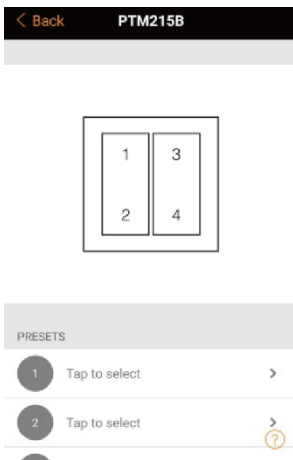
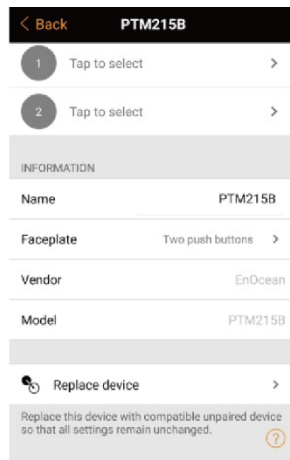

Abbildung 6
Abbildung 7
Schritt 5: Wenn Sie auf den Schalter tippen, öffnet sich eine diesbezügliche Konfigurationsseite. Hier können Sie die Funktionalität Ihres Schalters konfigurieren, den Namen ändern und das Cover an den verwendeten Typ anpassen. Bitte stellen Sie sicher, dass Sie das korrekte Cover eingestellt haben, bevor Sie mit der Konfiguration beginnen. (Wie in Abbildung 6 & Abbildung 7 dargestellt)